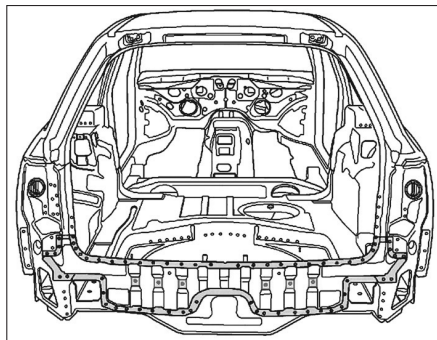

FIG. 53
- Détacher l'assemblage d'origine (Fig.53).